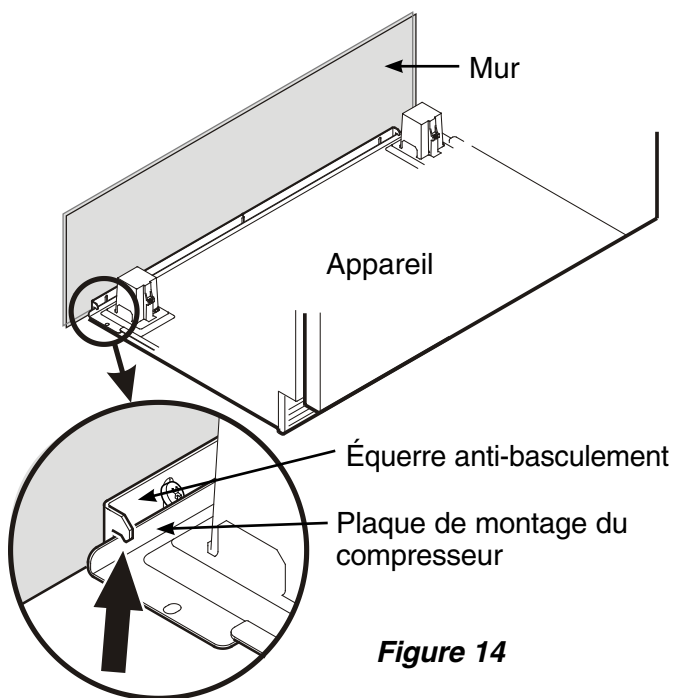

Figure 14
4. Pousser lentement l'appareil vers le mur arrière jusqu'à ce que la plaque de montage du compresseur soit en contact avec l'équerre antibascullement (**Figure 14**).
Afin d'éviter que l'appareil ne bascule vers l'avant, la plaque de montage du compresseur doit être en contact avec l'équerre antibascullement (**Figure 14**).